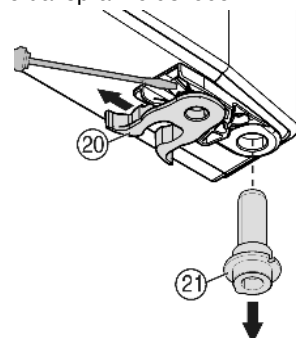

Fig. 9
- ▶ Premještanje opružne stezaljke Fig. 9 (20): Pritisnite osigurač prema dolje, prevucite opružnu stezaljku preko njega.
- ▶ Izvucite svornjak ležišta Fig. 9 (21) iz čahure vrata i premjestite ga zajedno s pločicom na suprotnu stranu. Osigurač mora gledati prema unutrašnjoj strani vrata, a urez prema vanjskoj strani.
- ▶ Vrata dolje zakrenite prema unutra i umetnite svornjak ležišta Fig. 9 (21) u podložak ležišta. Svornjak ležišta po potrebi okrećite, kako bi se mogao uglaviti.